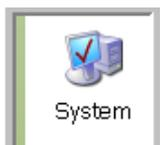

FIG. 192
2. Fare doppio clic sull'icona del sistema (FIG. 192).